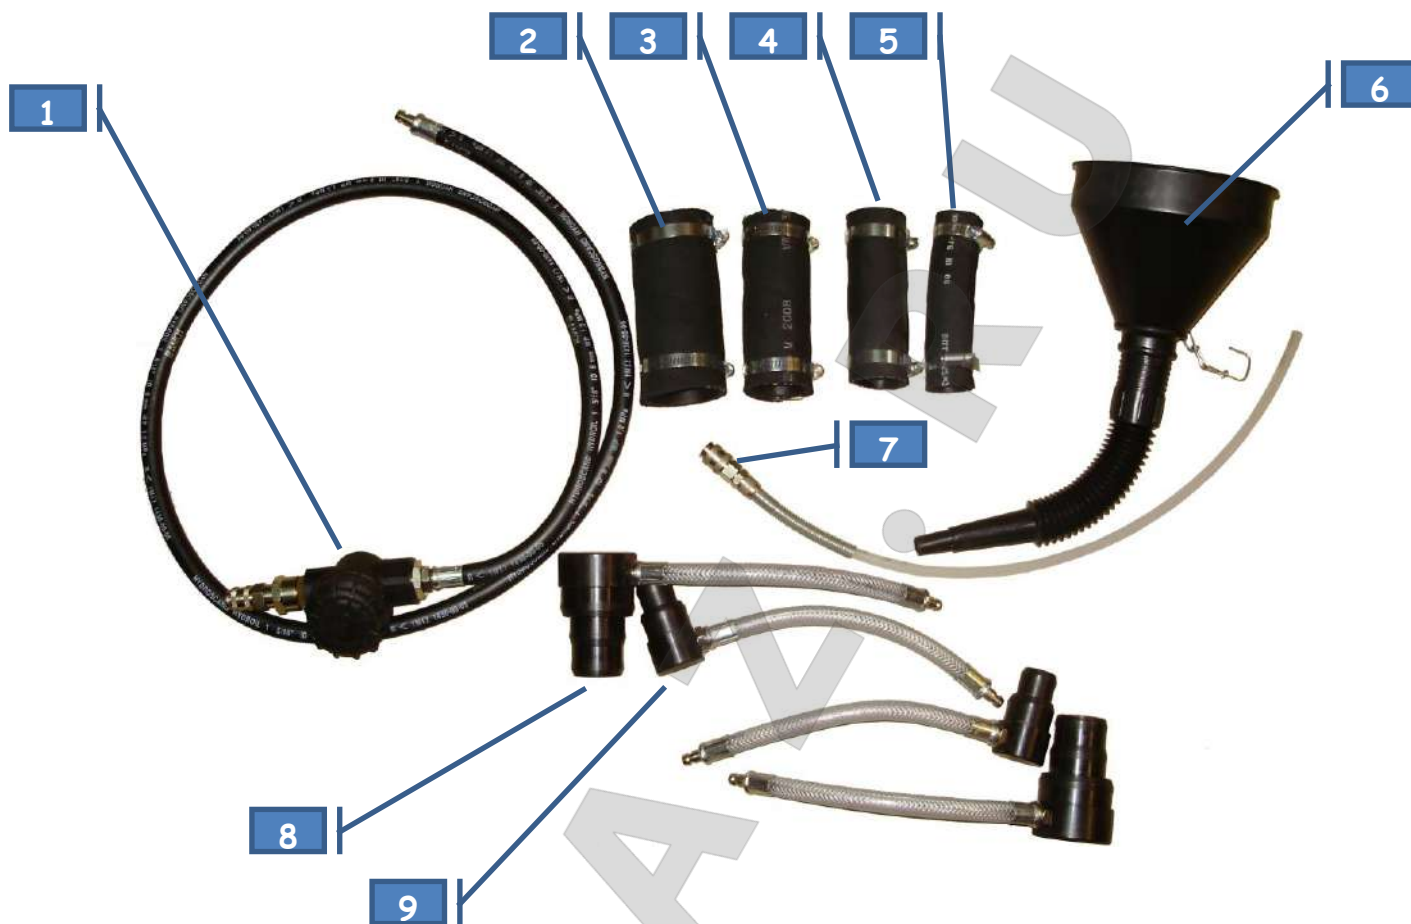
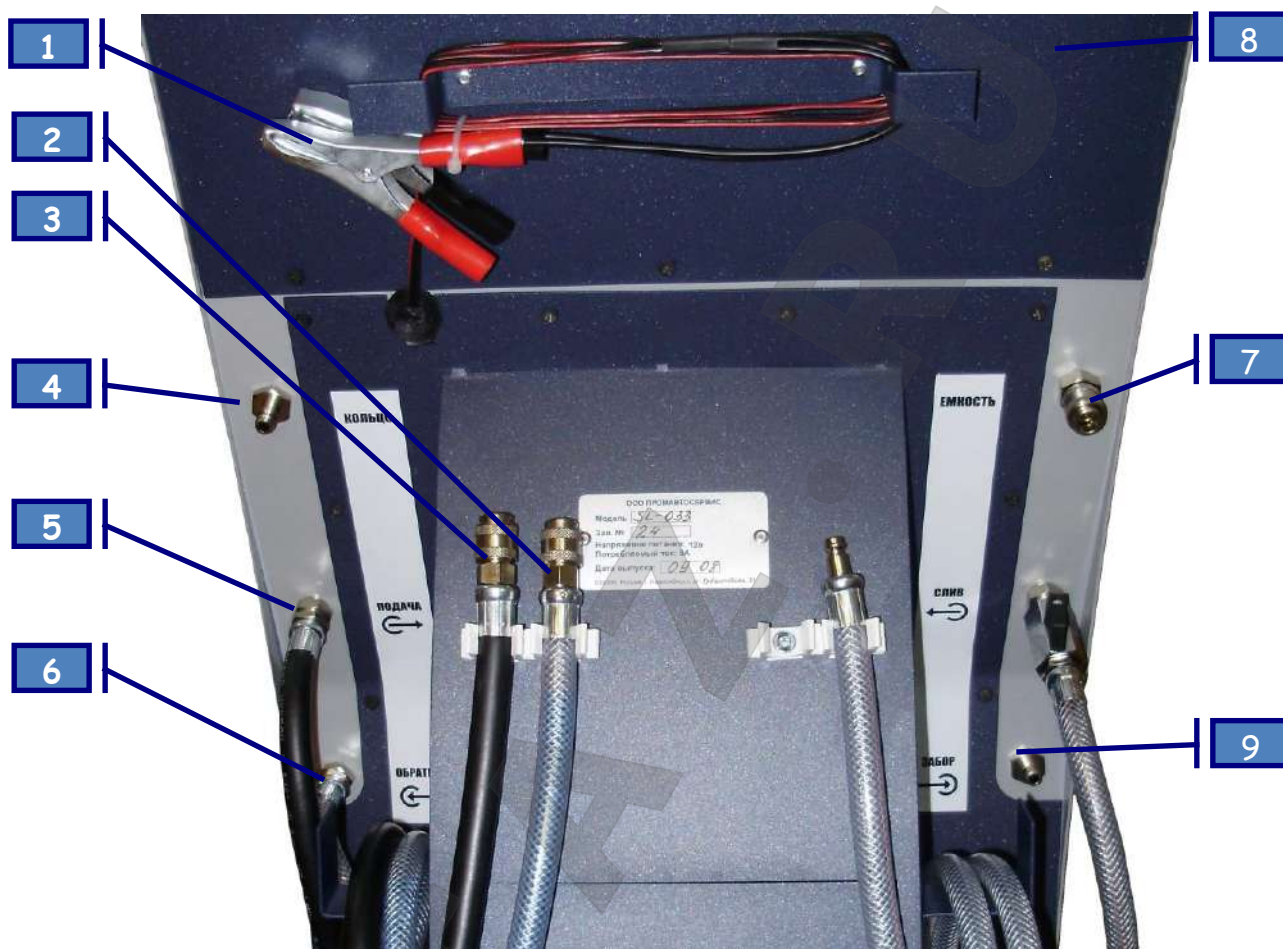

Рис. 1
Рис. 3
1. Подсоединить зажимы «крокодил» (п.1 рис. 3) кабеля питания установки к источнику питания: красный к положительной клемме - черный на «массу».
3. Заборный шланг с фильтром (п.1 рис.1) защелкнуть на БРС с надписью «Забор» (п.9 рис. 3).
4. Если используется **внутренний забор** – залить, используя воронку (п. 6 рис. 1), во внутреннюю емкость установки антифриз, в требуемом количестве (min 5 - max 20 литров), свободный конец заборного шланга защелкнуть на БРС с надписью «Емкость» (п. 7 рис .3).
5. Если используется **внешний забор**, то свободный конец заборного шланга (п. 1 рис. 1) опустить в емкость с антифризом.
6. Черный шланг с надписью «Подача» (п.5 рис.3) замкнуть на БРС «Кольцо» (п.4 рис.3).
7. Вставить Сливной шланг установки («Слив»), в свободную ёмкость объемом не менее 20 л, и повернуть вентиль (п.8 рис. 3) в положение «Открыто» (параллельно шлангу).
8. Нажать кнопку «Слив» (п.6 рис. 2), расположенную на лицевой панели и **удерживать ее**, пока из сливного шланга (п.8 рис. 3) не пойдет равномерная, без пузырьков воздуха струя жидкости, и давление на манометре не достигнет значения 0.5 bar и более.
4. С помощью специального адаптера (п.7 рис.1) слить часть жидкости из верхней части радиатора, чтобы в дальнейшем при снятии верхнего патрубка не произошло разлива жидкости:
- для этого защелкнуть специальный адаптер на БРС заборного шланга (п.1 рис.1);
- на радиатор надеть переходной патрубок подходящего размера (п.2, 3, 4, 5 рис.1);
- на отсоединенный патрубок автомобиля и переходной патрубок, одеть пару адаптеров подходящего размера (п.8, 9 рис.1);
9. Подсоединить к адаптерам шланги от установки, «Подающий» шланг черный (с надписью «Подача» (п.5 рис.3) к «радиатору», «Обратный» шланг прозрачный (с надписью «Обратка» (п.6 рис.3) к «двигателю».
1. Повернуть вентиль Сливного шланга (п.8 рис.3) в положение «Закрыто» (перпендикулярно крану).
6. Медленно открыть сливной кран (п.8 рис.3) на установке и стравить давление в системе.